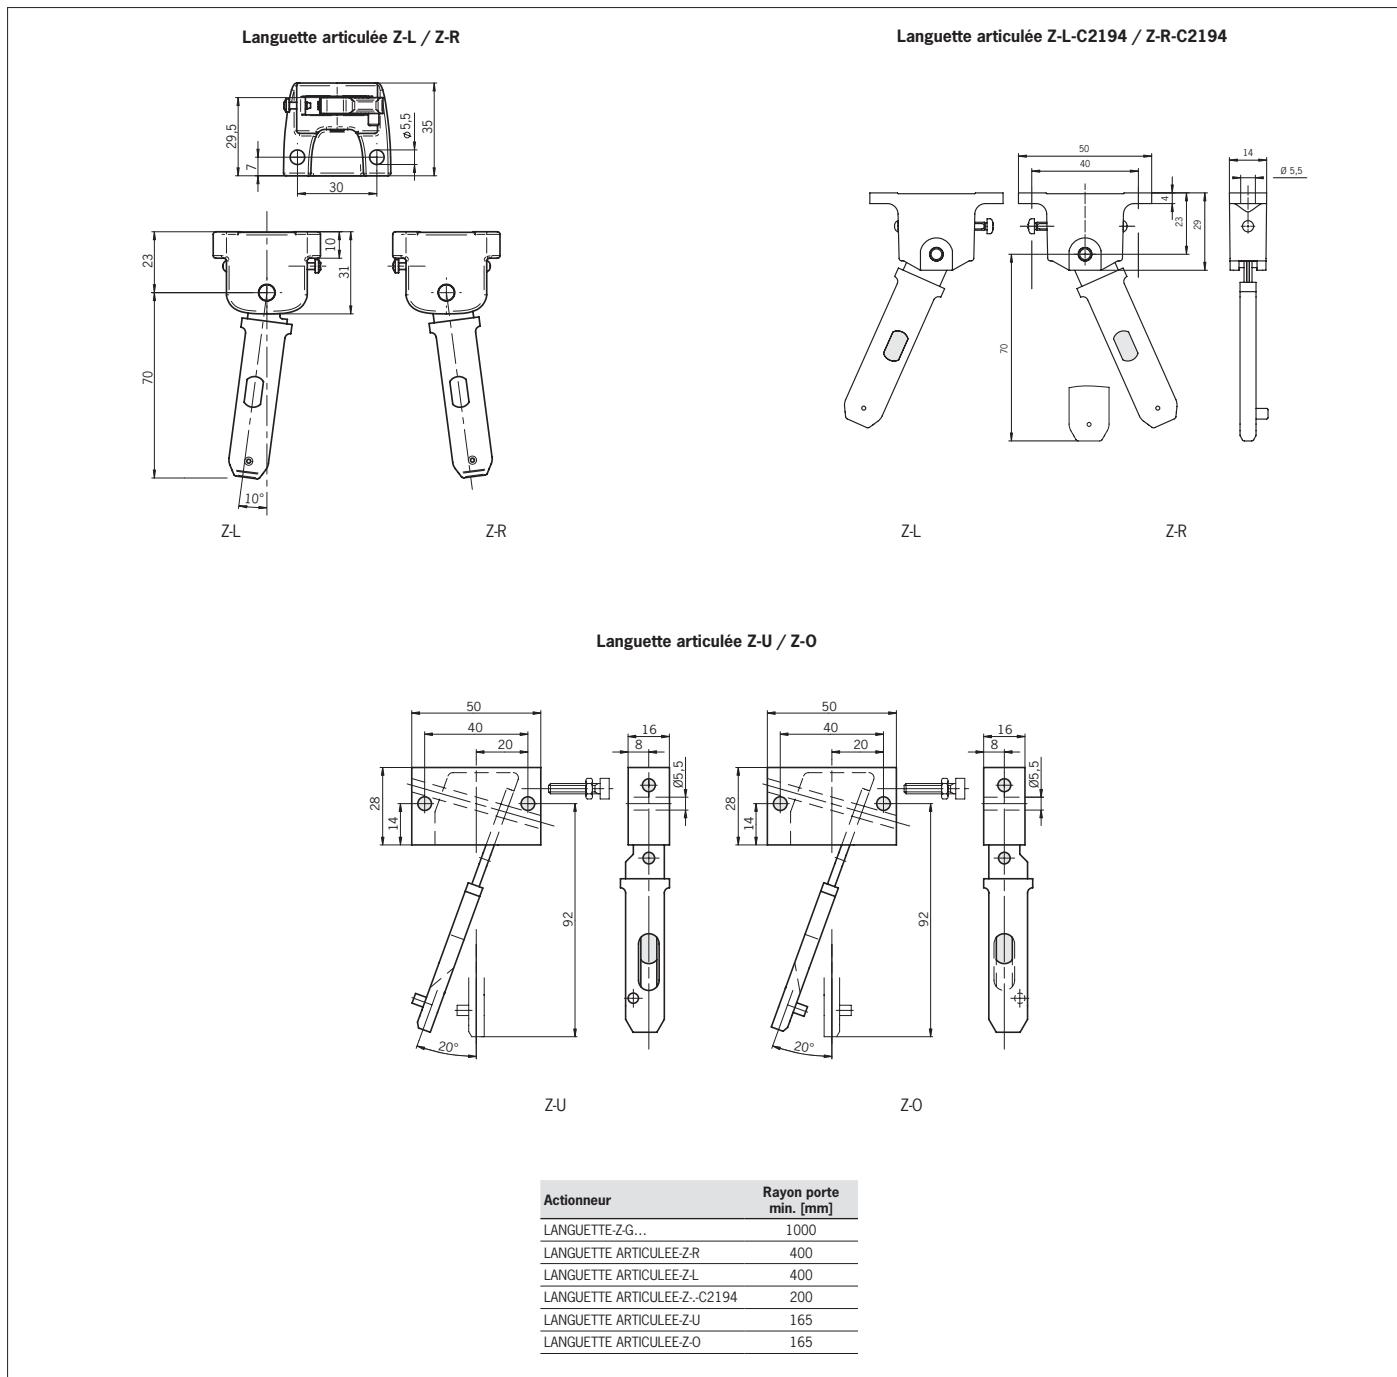

Fig. 10 : Rayons de porte minimum
- Tenga también en cuenta el radio de puerta y las posibilidades de fijación (consulte la Fig. 10).